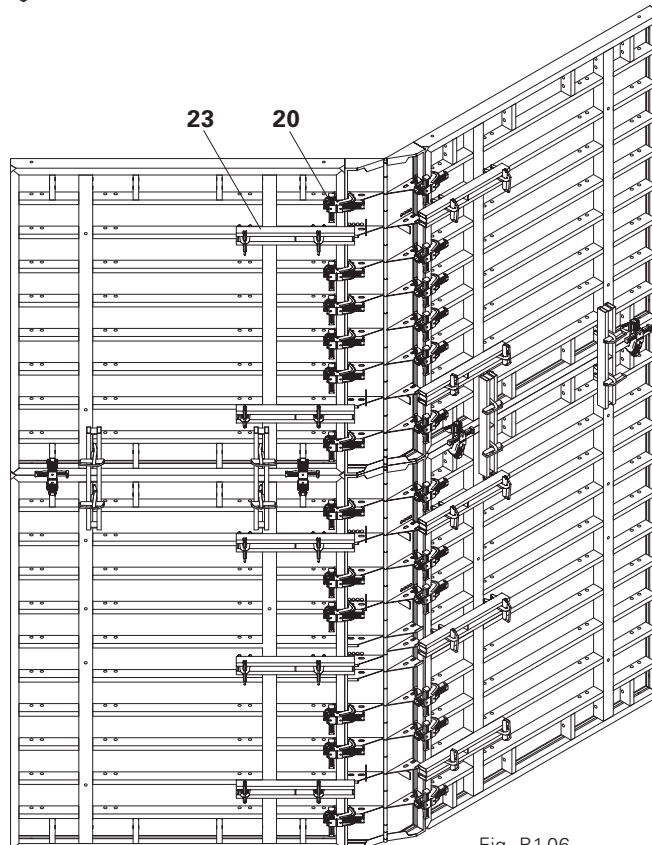

Fig. B1.06
Assemblage d'éléments à l'aide de 6 pinces BFD (20) par côté et de 2 filières de compensation TAR 85 (23) par côté. (Fig. B1.06)